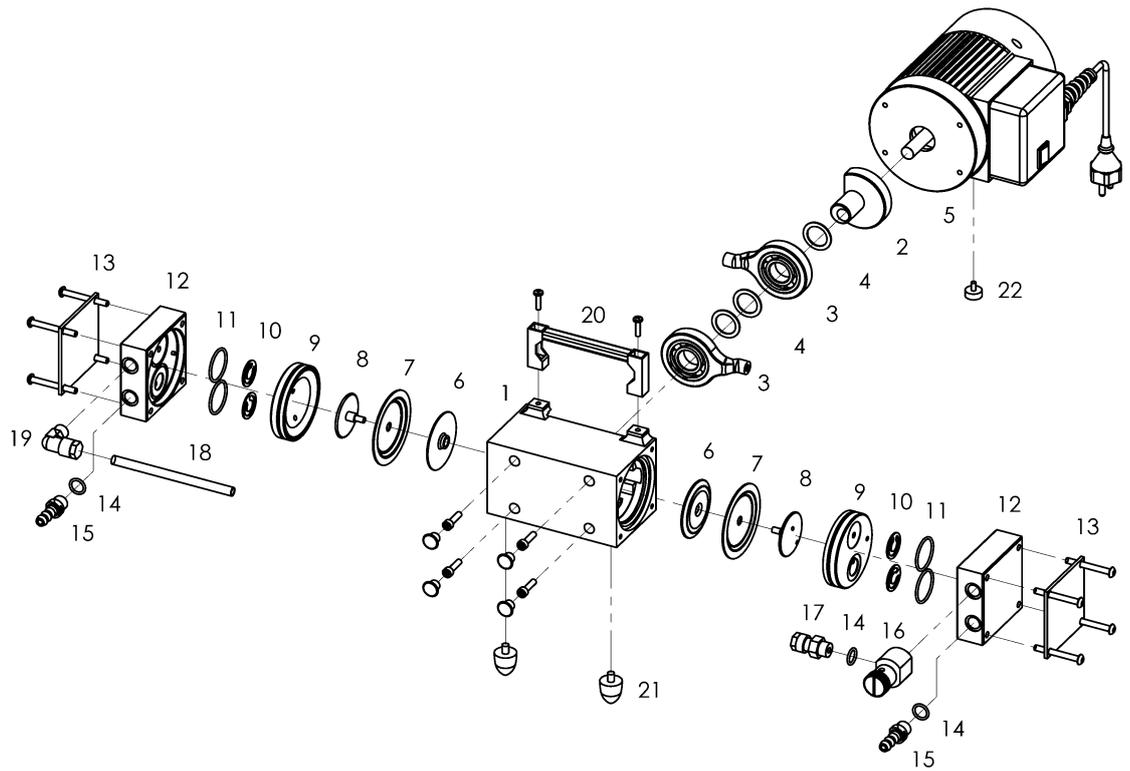

Abb. 6 Explosionsdarstellung (MPC 101 Z)
2. Schrauben Sie mit dem korrekten Drehmoment von 5 - 6 Nm die Druckscheibe (9), die Membran (8) und die Spannscheibe (7) mittels Stirnlochschlüssel, Größe 3, fest.
3. Bringen Sie das Pleuel (siehe Abb. 6) und die Membran (8) in Mittelstellung.
4. Setzen Sie den Pumpenkopf (6) auf.
5. Legen Sie die Ventile (5) und die O-Ringe (4) ein. Achten Sie dabei auf vollflächige Auflage! Gratlage nicht zur Dichtfläche einlegen. Richten Sie den Anschlusskopf mit Stift fluchtend aus.
6. Setzen Sie die Druckplatte (2) auf und schrauben Sie 4 Zylinderschrauben mit einem Drehmoment von 3 - 4 Nm fest.